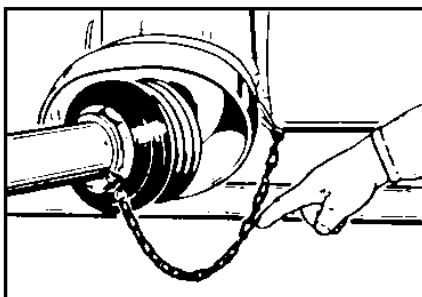

Bild 7: Sicherungskette an der Gelenkwelle
6. Hängen Sie die Sicherungsketten der Gelenkwelle an ein feststehendes Teil am Traktor und am CLS ein (siehe Bild 7).